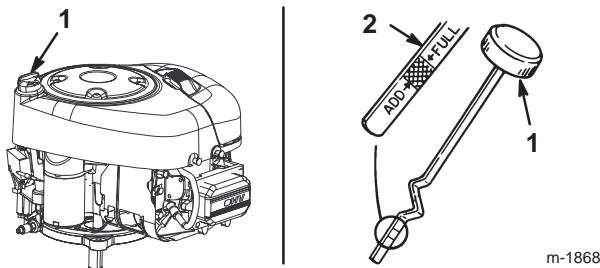

Bild 17
7. Reinigen Sie den Bereich um den Ölpeilstab (Bild 17), damit kein Schmutz in den Einfüllstutzen gelangen und den Motor beschädigen kann.
8. Schrauben Sie den Ölpeilstab los und wischen Sie das Metallende ab (Bild 17).
9. Schrauben Sie den Ölpeilstab vollständig in den Einfüllstutzen (Bild 17). Schrauben Sie den Peilstab wieder los und kontrollieren das Metallende. Gießen Sie, wenn der Ölstand zu niedrig ist, nur so viel Öl langsam in den Einfüllstutzen, dass der Ölstand die Voll-Marke am Peilstab erreicht.
- Gießen Sie ca. 80 % der angegebenen Ölmenge langsam in den Einfüllstutzen (Bild 17). Kontrollieren Sie den Ölstand; siehe „Prüfen des Ölstands“ auf Seite 22, Schritte 8 und 9.